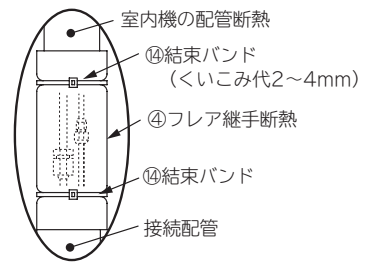

図2
- ② 図2のように上からフレア継手断熱④を巻き、結束バンド(2本)⑭で固定します。